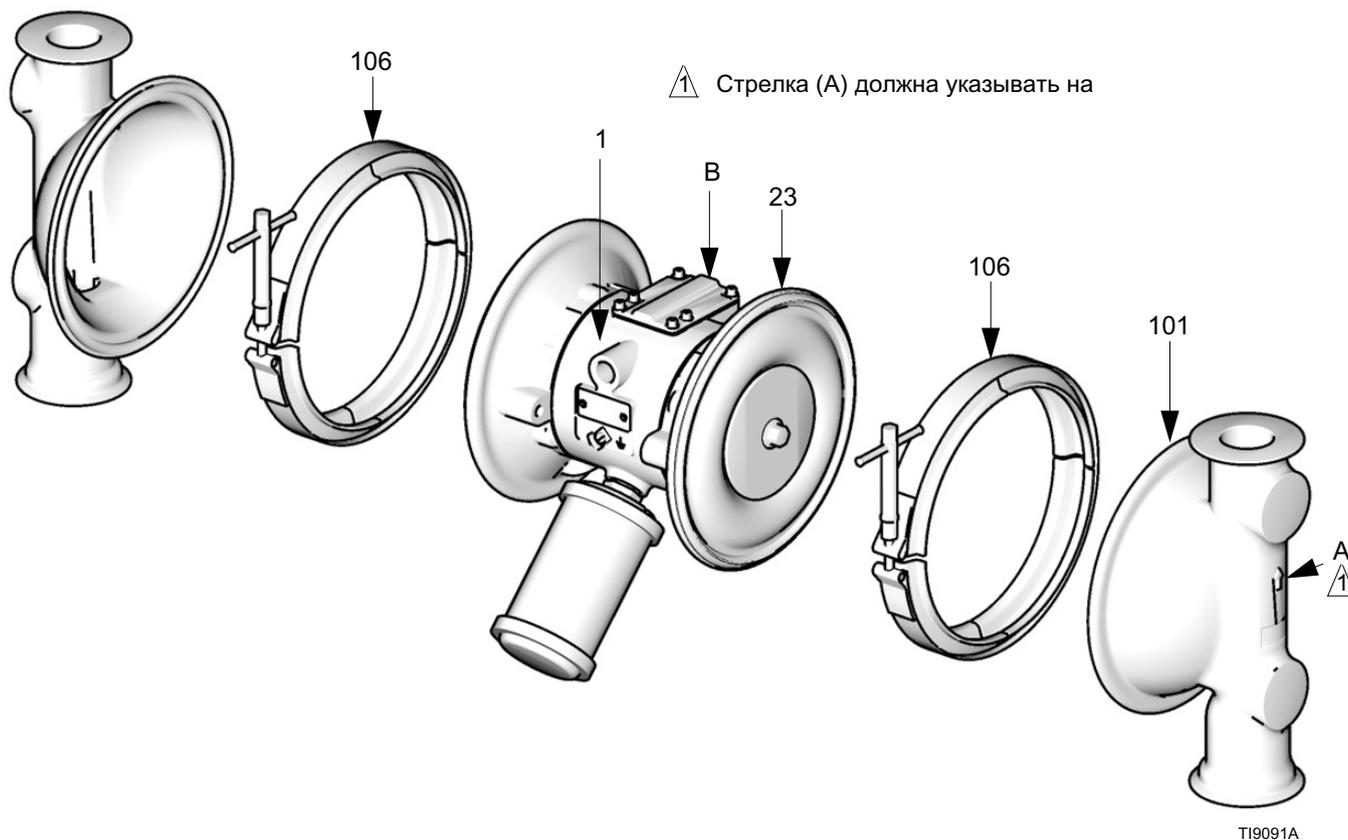

Рис. 10
3. Снимите фиксаторы (106), с помощью которых крышки (103) жидкостной секции крепятся к крышкам (23) воздушной секции. Снимите крышки (101) блока подачи жидкости с насоса. См. Рис. 10.
2. Установите узел мембраны на один из концов вала (24) следующим образом.
- a. Установите уплотнительное кольцо (108*) на болт (107) вала.
- b. Установите на болт пластину (105) мембраны со стороны жидкостной секции так, чтобы округленная сторона была обращена к мембране (401).
3. Нанесите на вал (24) мембраны смазку (по всей длине и на оба конца вала). Вставьте вал в корпус (1).
5. Удерживая один из болтов вала (107) с помощью гаечного ключа, затяните другой болт с усилием 81–95 Н•м (60–70 футофунтов) при максимальной скорости 100 об/мин.
6. Совместите крышки (101) блока подачи жидкости и центральный корпус (1) таким образом, чтобы стрелки (А) на крышках указывали в том же направлении, что и воздушный клапан (В). Закрепите крышки фиксаторами. См. Рис. 10.
- с. Установите мембрану (403*) на место. Убедитесь в том, что сторона с маркировкой AIR SIDE (СТОРОНА ПОДАЧИ ВОЗДУХА) обращена к центральному корпусу (1).
- d. При наличии мембраны из ПТФЭ необходимо установить на болт задник (401*). Убедитесь в том, что сторона с маркировкой AIR SIDE (воздушная сторона) обращена к центральному корпусу (1).
- e. Установите пластину (104) мембраны со стороны воздушной секции так, чтобы округленная сторона была обращена к мембране (401). На этой детали присутствует соответствующий номер.
- f. Нанесите герметик Loctite® средней прочности (синего цвета) или аналогичный на резьбу болта (107). Вкрутите болт в вал (24) и затяните его вручную.